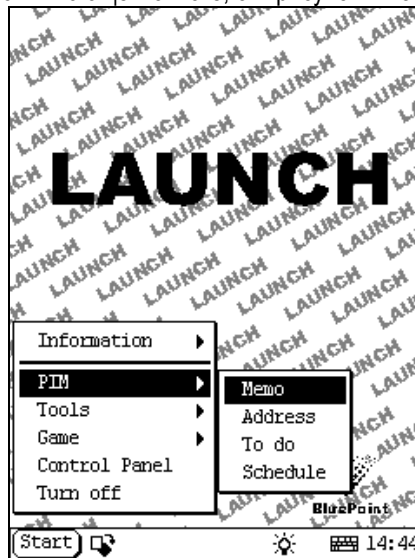

Рисунок 4-15
- 3) Выберите нужные функции во всплывающем списке, см. рисунок 4-15.